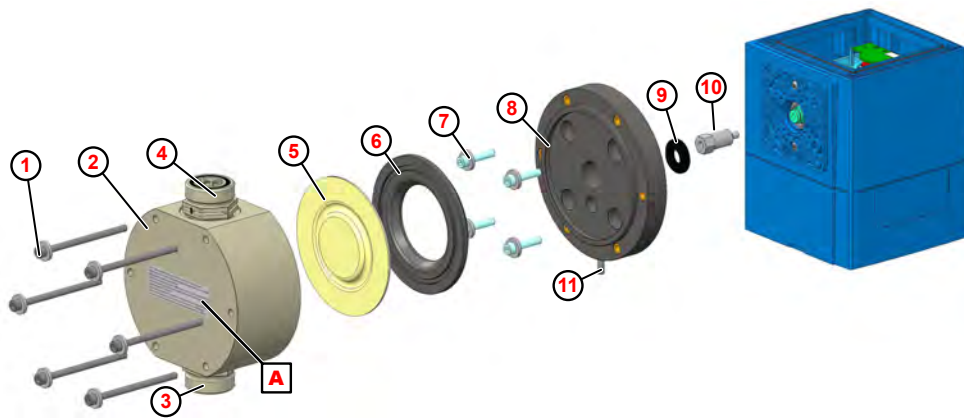

Fig. 105: Sustitución del cabezal de la bomba, la membrana y la membrana protectora
1. ➤ Destornillar las válvulas de aspiración y de descarga (Fig. 105 , ③ y ④).
2. ➤ Aflojar y retirar los tornillos del cabezal de la bomba ① .
3. ➤ Quitar el cabezal de la bomba ② .
4. ➤ Desenroscar la membrana ⑤ .
5. ➤ Quitar la placa intermedia ⑥ .
6. ➤ Aflojar y extraer los tornillos de sujeción de la placa adaptadora ⑦ .
7. ➤ Quitar la placa adaptadora ⑧ .
8. ➤ Retirar la membrana protectora ⑨ .
10. ➤ Insertar la placa adaptadora de forma que la salida de rotura de membrana ⑪ señale hacia abajo.